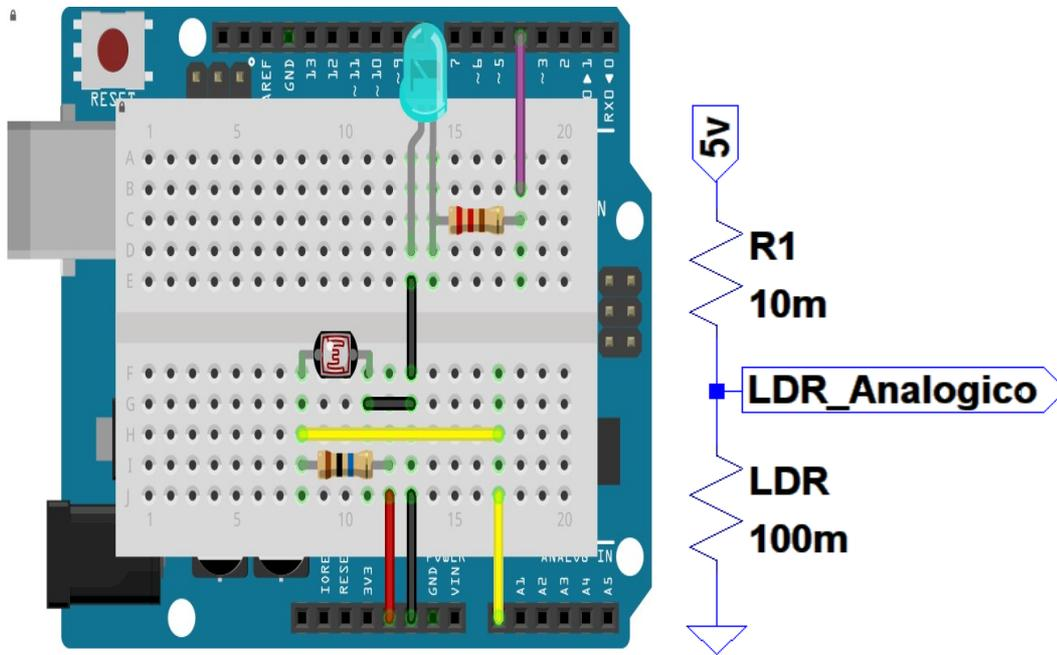

Figura 5. Conexiones con un sensor de intensidad de luz.
3.- Conecte una foto resistencia, por medio de un divisor de voltaje, a una entrada analógica de la tarjeta Arduino, como se muestra en la figura 5. Envíe los valores sensados por el puerto serial mostrándolos en el IDE del Arduino.